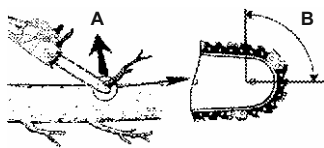

Рис.14
3. Заброс может возникнуть вследствие касания какого-либо предмета носком шины, особенно сектором **В** (см. рис. 14), или в результате заклинивания цепи пилы в древесине. При касании носком шины, может произойти очень быстрая обратная реакция - рывок шины пилы в сторону работающего
- Запрещается пиление сектором **B** (см. рис. 14).